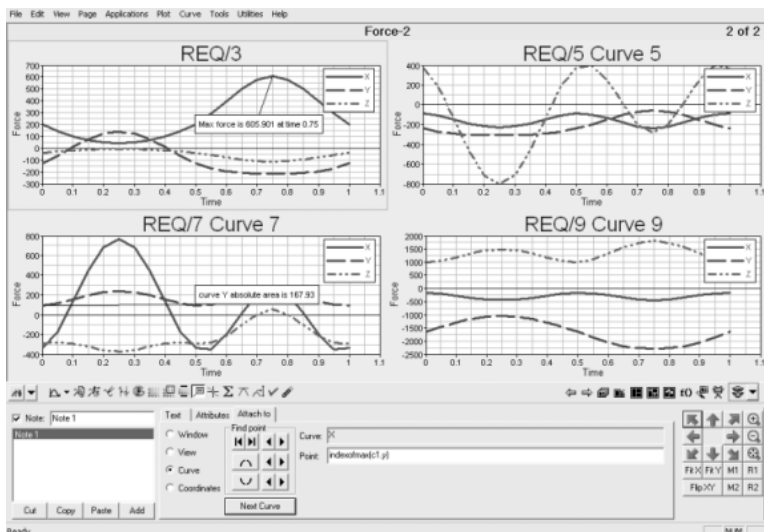

图 13-89 创建注释
- (7) 在 Find point 处单击 Maximum (📈) 按钮将注释关联到曲线 y 方向最大值。
(8) 在 Notes 列表中取消选择 Note 前的复选框, 将关闭相关注释的显示, 结果如图 13-89 所示。